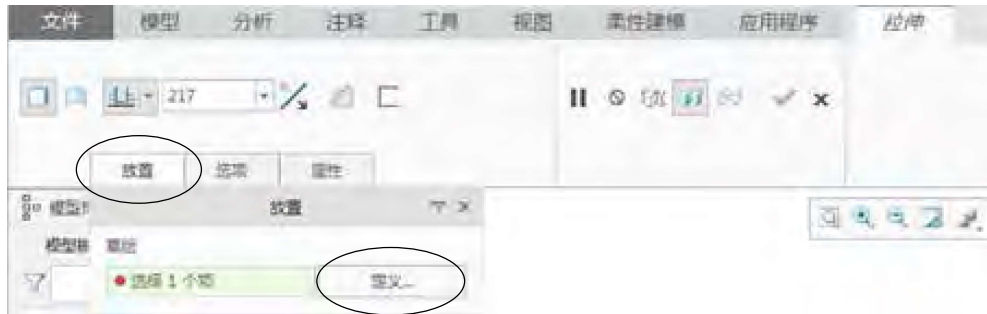

图1-6 单击“定义”按钮
Step 07 在“拉伸”操控板中单击“放置”按钮 ，再在“放置”滑板中单击“定义”按钮 ，如图1-6所示。